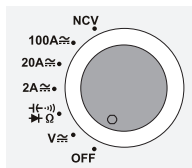

Fig. 2
- Il prodotto è spento, se la manopola di regolazione (3) si trova in posizione **OFF** (Fig 2). Dopo aver effettuato la misurazione, spegnere il prodotto.
- Selezionare le singole funzioni di misurazione con l'interruttore rotante. La scelta automatica della gamma è attiva in alcune funzioni di misurazione. Viene sempre impostata la gamma di misurazione più adatta. Sul display LCD compare la scritta **Auto** (F).